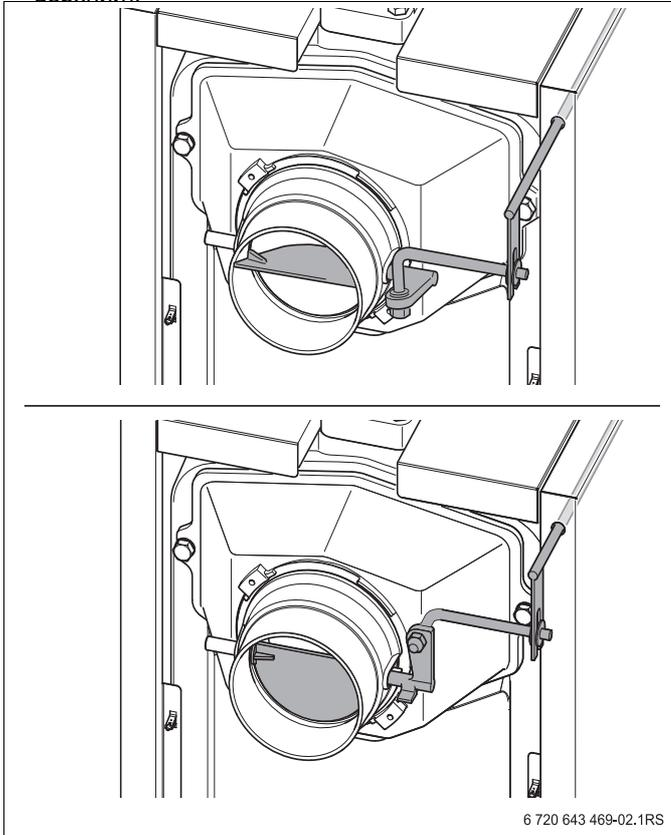

Рис. 8 Дымовая заслонка (вверху открыта; внизу закрыта)
- ▶ Чтобы предотвратить потери тепла в дымовой трубе, по возможности в зависимости от тяги прикройте дымовую заслонку (→ рис. 8, нижний).
- ▶ Если дымовые газы выходят плохо (недостаточная тяга), то снова откройте дымовую заслонку (→ рис. 8, верхний).
- ▶ Откройте дымовую заслонку для снижения выхода дыма в помещение при загрузке топлива (→ рис. 8, стр. 11, верхний).
- ▶ Закройте загрузочную дверцу [1] и дымовую заслонку (→рис. 8, стр. 11).